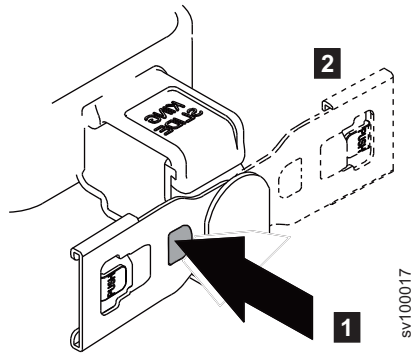

Abbildung 27. Ausrichtung des Kabelträgers umkehren
- a. Drücken Sie den Knopf mit der Aufschrift "PUSH" in Abb. 27 auf Seite 28.